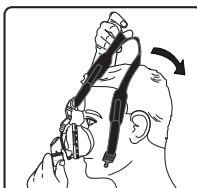

Figure 3
2. Faites glisser le harnais sur la tête (figure 3). Refermez l'attache Quick Clip une fois le harnais en place.